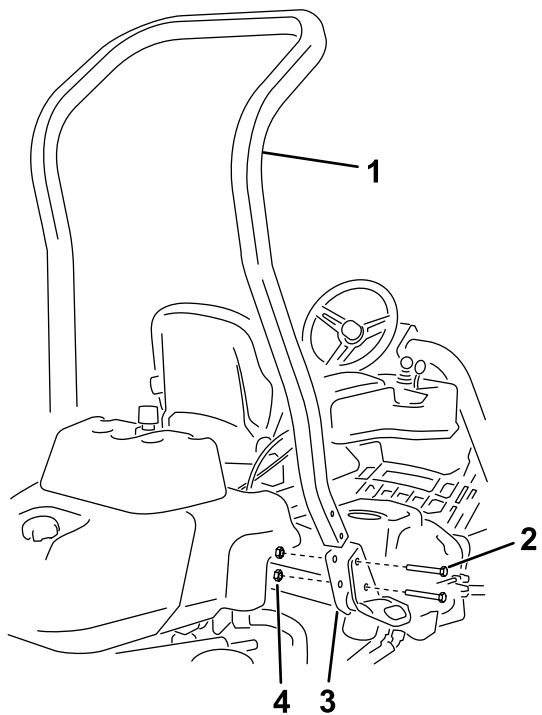

Figure 3
3. Utilisez 4 boulons (1/2" x 33/4") et 4 écrous à embase (1/2") pour fixer l'arceau de sécurité dans les supports du système ROPS de chaque côté de la machine, comme montré à la Figure 3.